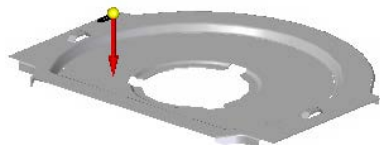

图 8.5.29 定义移除方向
(3) 定义法向除料特征属性。在命令条中单击“厚度剪切”按钮  和“全部穿透”按钮 ，并将移除方向调整至图 8.5.29 所示的方向。